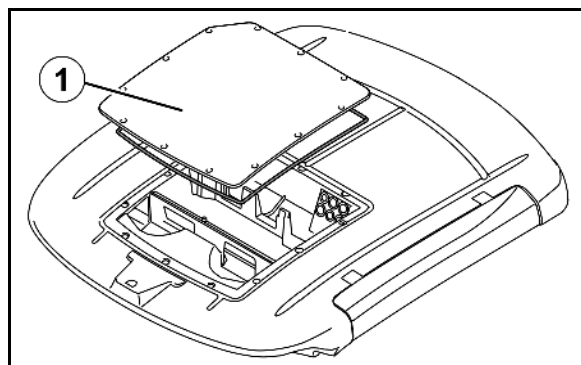

Рис. 170
1. Отвинтите кожух (Рис. 170/1) с крыши кабины.